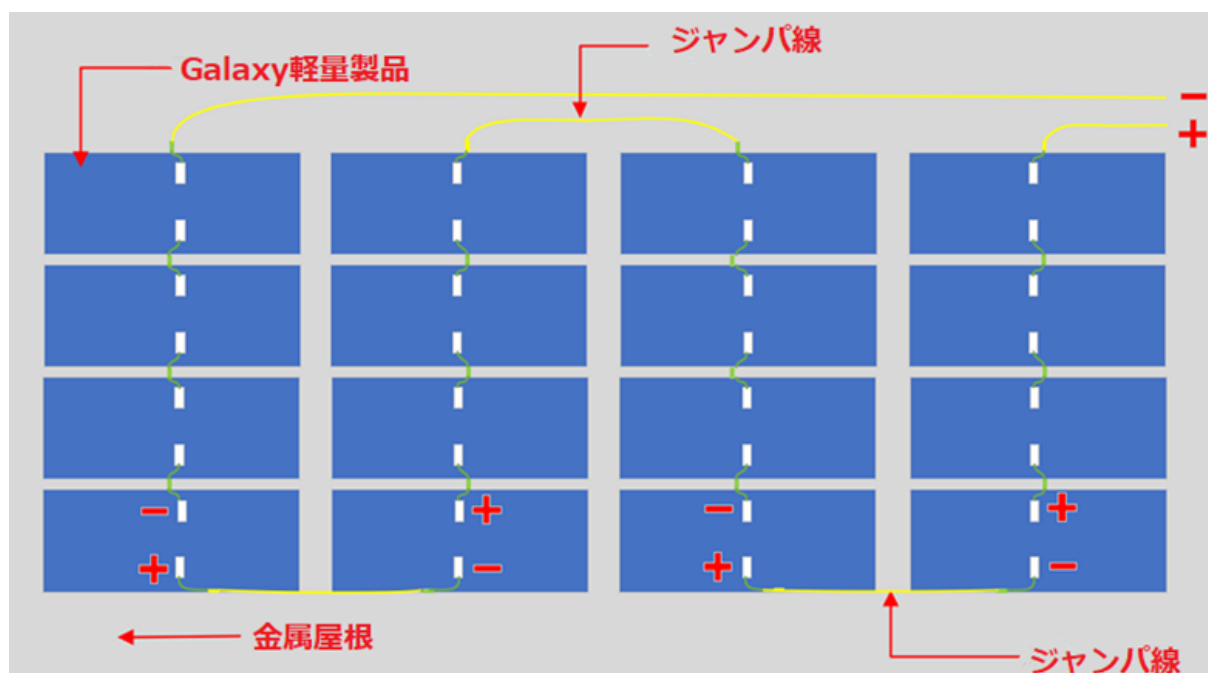

図 6-3: 製品クロス接続線の接続手順 (正面視点)
- ① 配線には明確で分かりやすい線番号表示が必要です。
- ② クロス接線の径は、元の Galaxy 軽量製品の線径以上でなければなりません。また、防火性能および絶縁性能も元のギャラクシー軽量製品の線の防火性能および絶縁等級以上でなければなりません。
- ③ Galaxy 軽量製品同士は最短の方法で接続する必要があります。長距離にわたるクロス接続が必要な場合、各シリーズ接続線の合計長さの差をできるだけ小さくするようにしてください。
- ④ 接続端子は良好に接触している必要があります。各シリーズの一部を接続する際には、マルチメーターで一度テストすることをお勧めします。これにより、断線部分を迅速に特定できます。
- ② シリーズ接続された製品の場合、1つの製品の「+」極は他の製品の「-」極に接続されます。異なる列間の製品を接続する場合は延長ケーブルが必要です。太陽光アプリケーション専用の延長ケーブルを使用してください。通常の場合、2行目は、次の行が設置および配線された後にのみ設置および配線できます。(図 6-3)